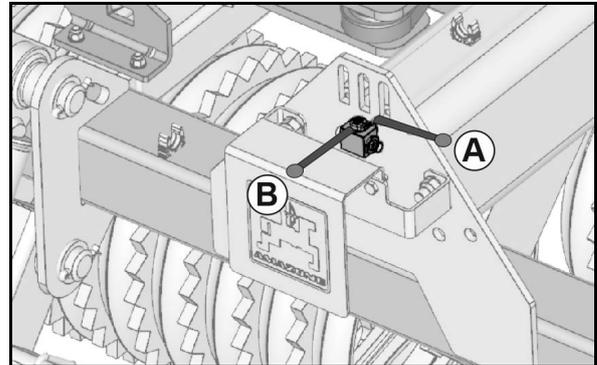

Fig. 25
2. Unterlenkerbolzen jeweils mit dem Klapstecker (Fig. 25/1) gegen unbeabsichtigtes lösen sichern.